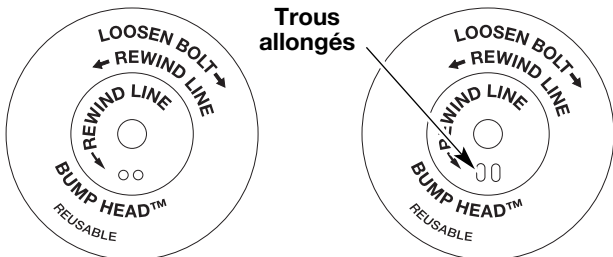

Fig. 36
**REMARQUE :** le SplitLineMC peut être utilisé seulement avec le moulinet intérieur à trous allongés. Le fil simple peut être utilisé avec les deux sortes de moulinet intérieur. Identifiez votre type de moulinet en vous référant à la Figure 36.